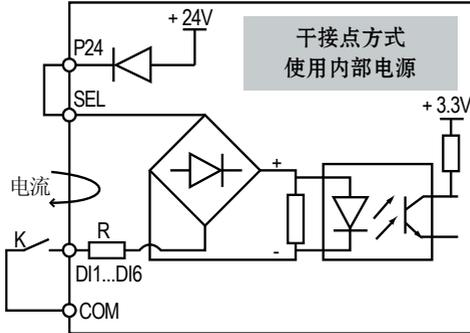

图 4-7 使用内部 24V 时输入干接点信号接线示意图
1. 使用驱动控制器内部的 24V 电源，接线如图 4-7 所示。（出厂时 SEL 和 P24 已短接）